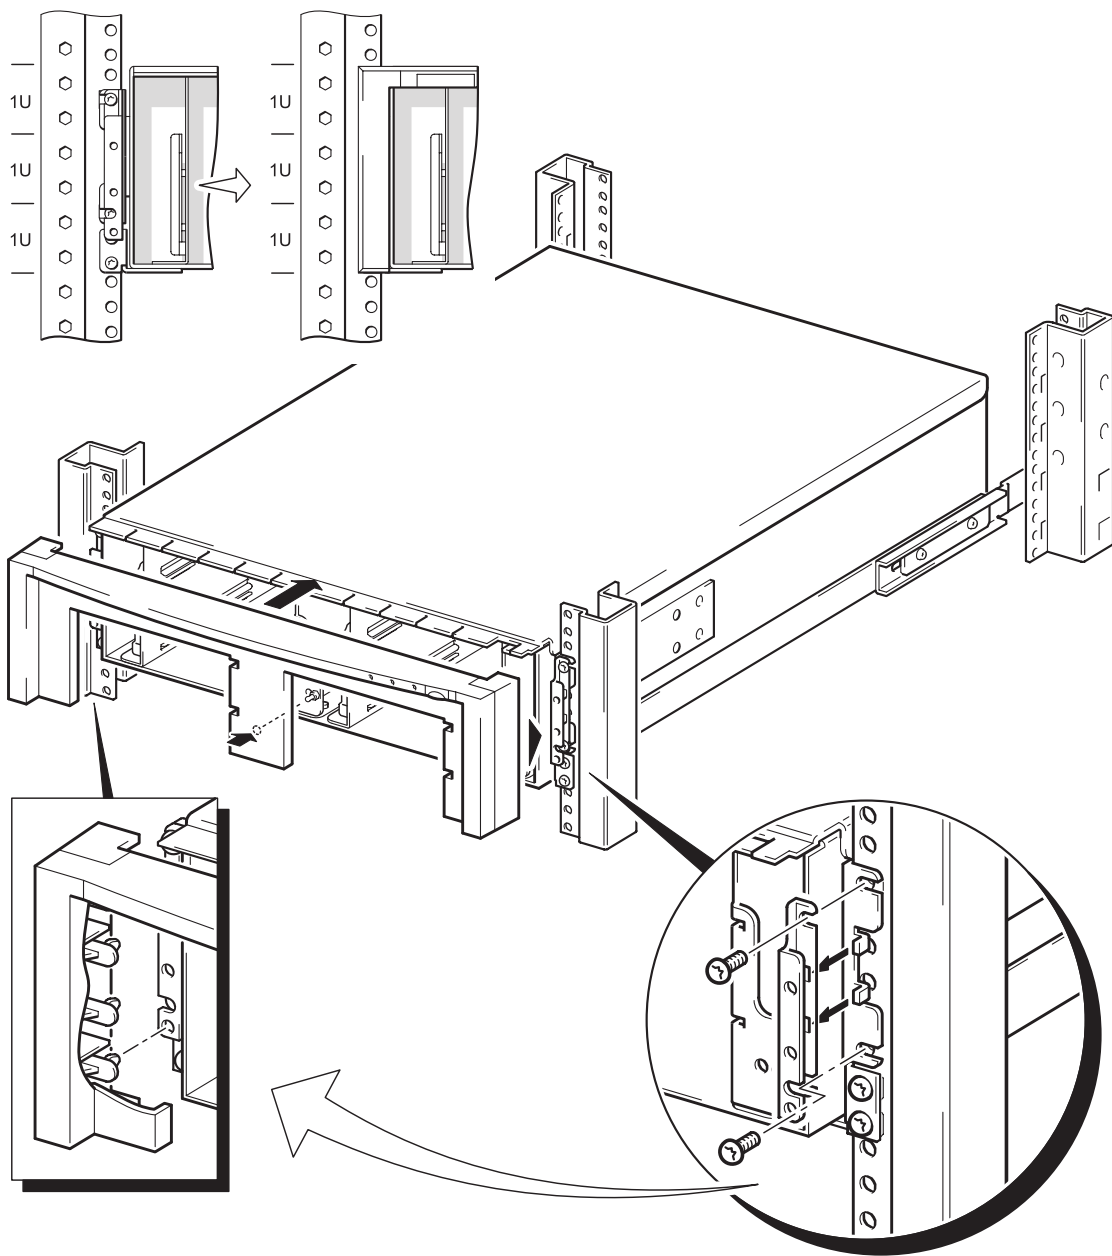

Figure 5a : installation du cadre de face avant (orifices ronds)
- 2 Tournez l'une des ces équerres de sorte que la lettre (R ou L) soit orientée correctement et tournée vers l'avant ; la face crénelée doit être orientée vers l'extérieur, vers le côté du rack, comme le montre la Figure 5a.
Les deux orifices carrés de l'équerre de fixation du cadre s'enfilent sur les deux dents des équerres de fixation latérales, comme le montre la Figure 5a.